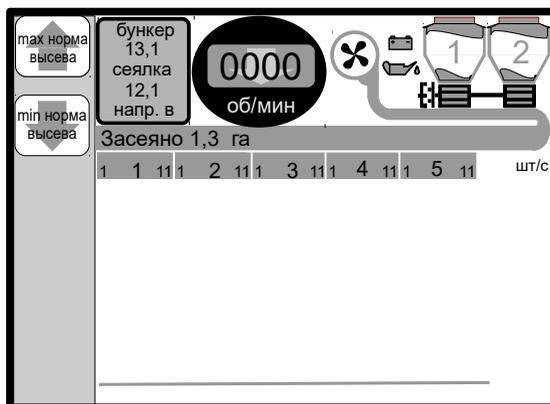

Рисунок 4.7. Режим КОНТРОЛЬ.
- с общей системой высева – рис. 4.7;
9. Для выхода из меню параметров нажать клавишу , монитор переключается в режим **КОНТРОЛЬ** (рис. 4.7, 4.9).